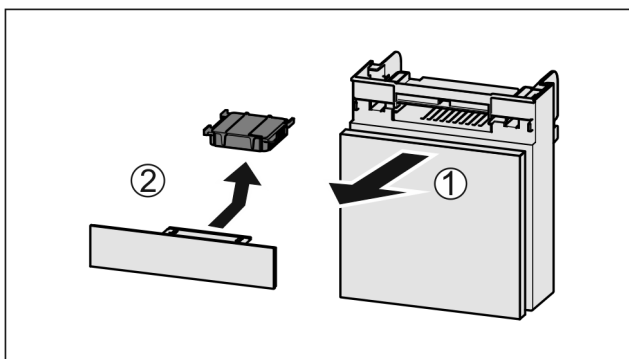

Fig. 177
- ▶ Húzza ki Fig. 177 (1) előre felé a rekeszt.
- ▶ Vegye ki az aktívszén-szűrőt Fig. 177 (2).